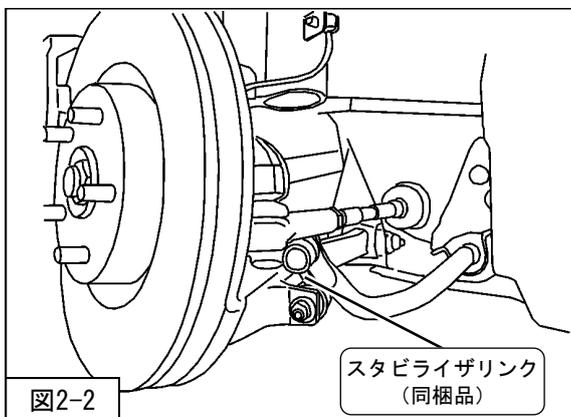

図2-2
- 2. ワッシャ (同梱品) をスタビライザリンク (同梱品) に取付け、ナット (M12・同梱品) (締付トルク: 60N・m) を取付けてください。(図2-2・図2-3)